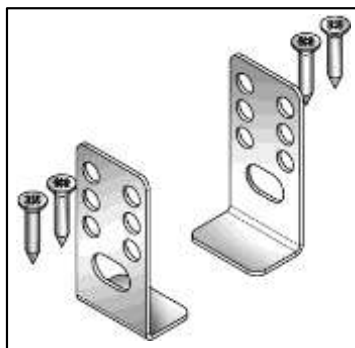

Fig. 2
- 2 suportes de montagem traseiros + 4 parafusos de aglomerado 4,5×16 mm (Fig. 2).